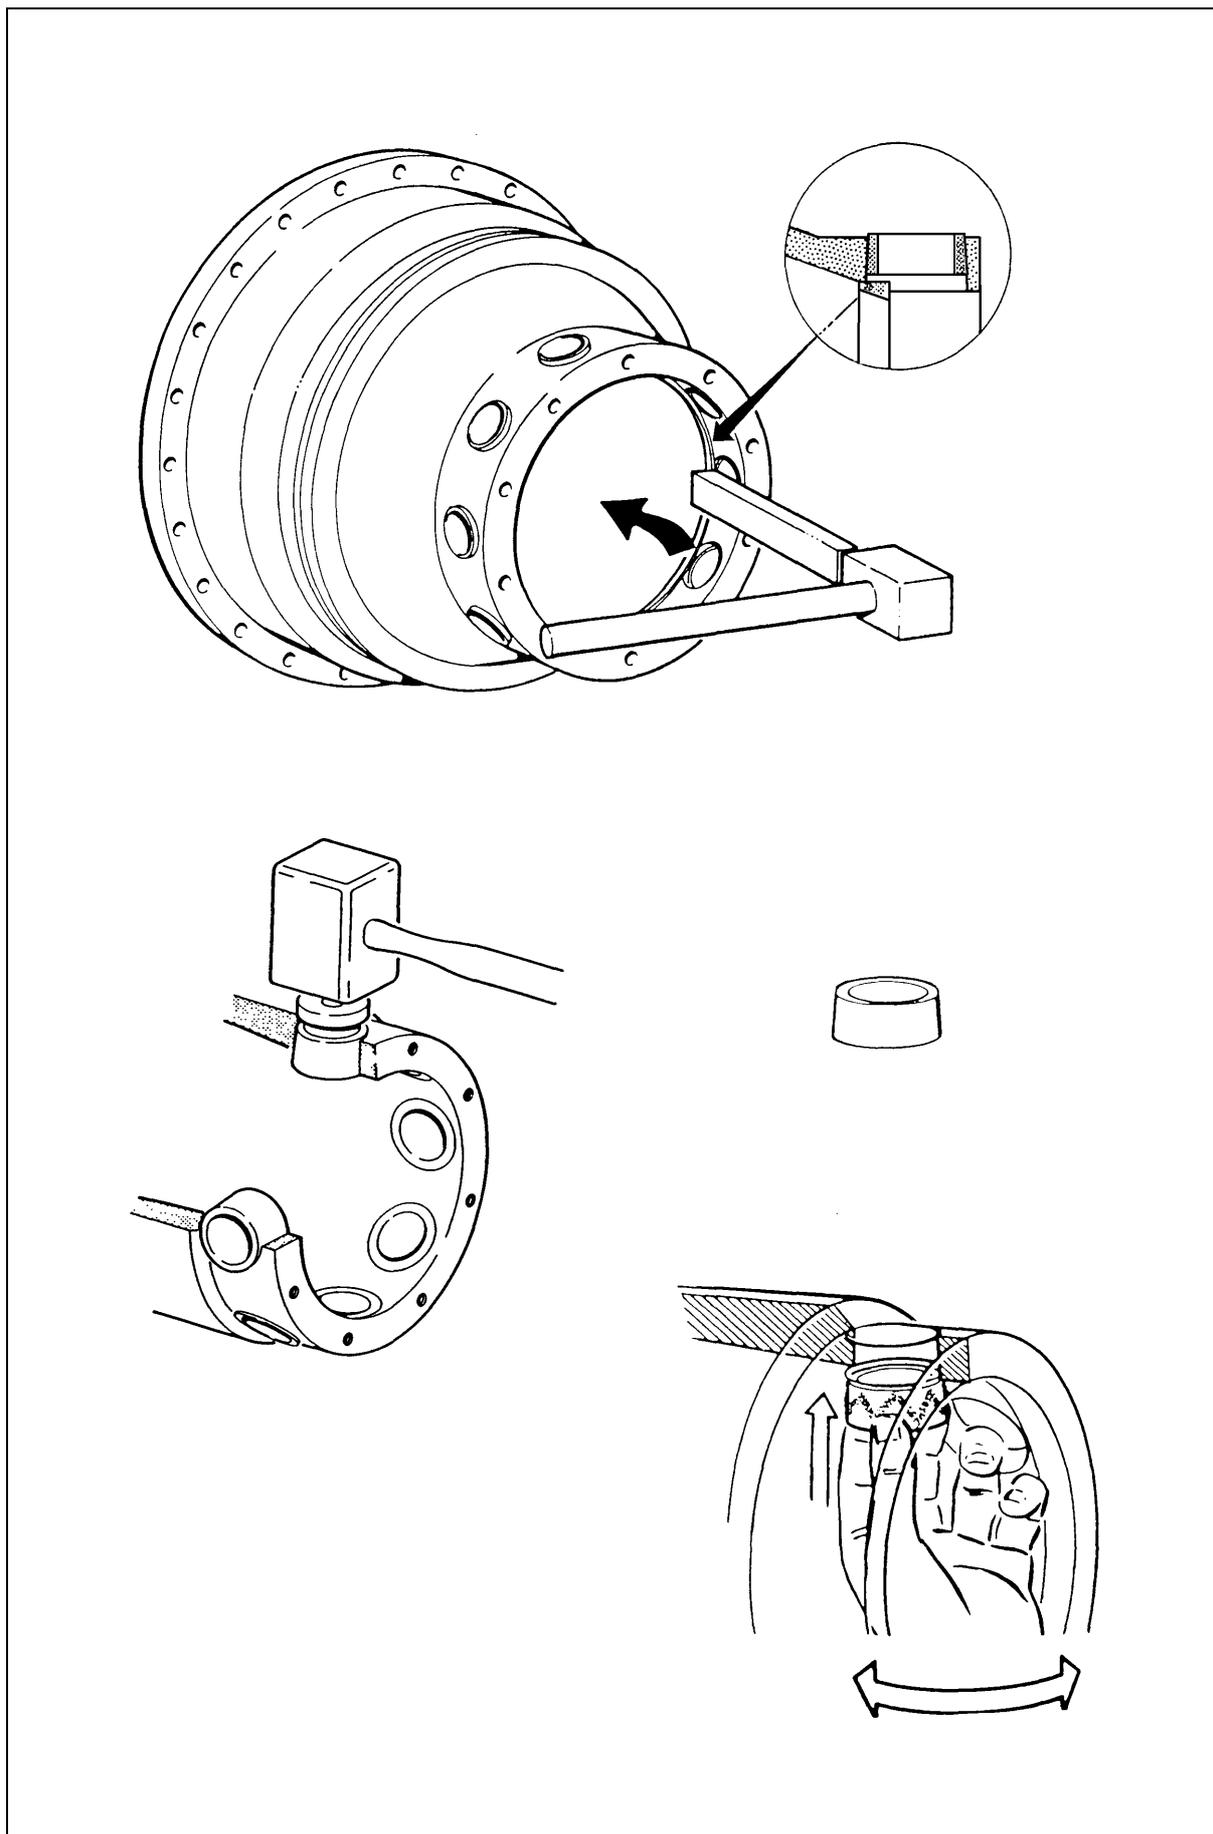

Figura 4.1.8
**Tamburi a cono corto** Togliere l'anello di scarico\* servendosi di un martello ed un punzone di legno (vedi lo schizzo in alto nella figura 4.1.8).